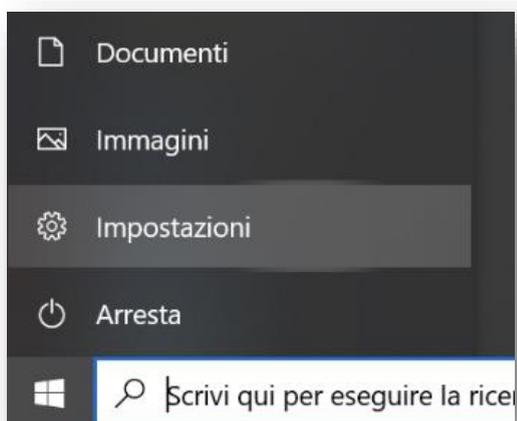

Fig. 8
2. Dal menù di Windows selezionare Impostazioni (Fig.8)